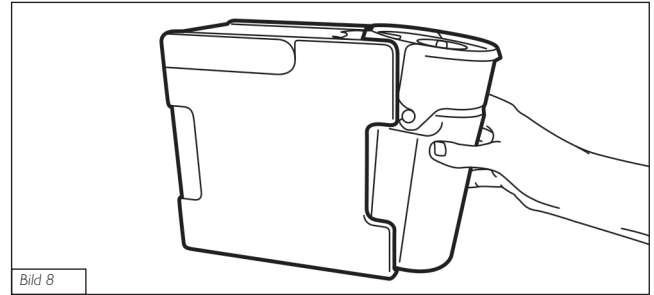

Bild 8
Med hjälp av knapparna på kontrollpanelen (bild 1 (B)) ställs önskat vakuum in (se kapitel 1.2.2). Uppsamlingsbehållaren fästs genom direkt insättning i höljet på sugenheten (bild 8, 9). Samtidigt upprättas vakumanslutningen mellan sugutrustningen och uppsamlingsbehållaren.